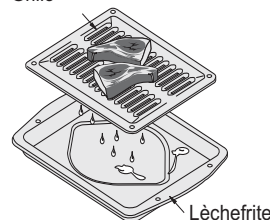

Figure 18 : Lèchefrite/grille
1. Disposez les grilles dans le four et placez la grille de la lèchefrite sur la lèchefrite, puis placez la viande sur la grille. Assurez-vous de respecter tous les avertissements et toutes les mises en garde (Figure 18).